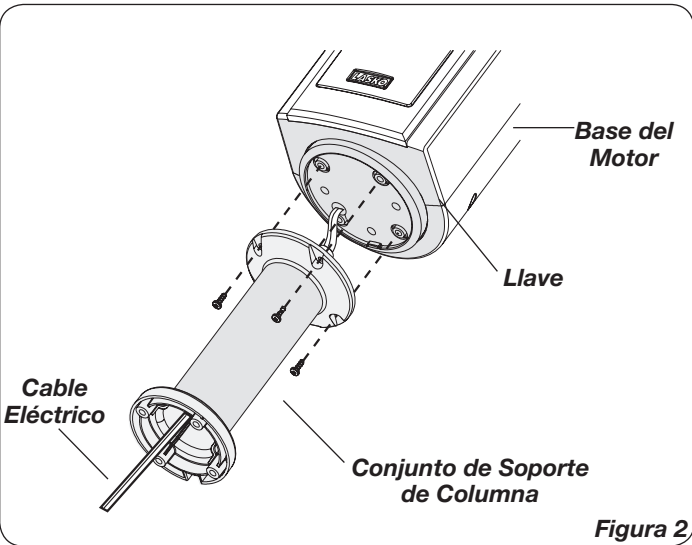

Figura 2
2. Una el **Conjunto de Soporte de Columna** a la **Base del Motor** con (4) tornillos M5 X 13mm. Cerciórese de que la **Llave** que está en la **Base del Motor** quede alineada con la **Muesca de Ubicación** en el **Conjunto de Soporte de Columna**. (*Figura 2*)